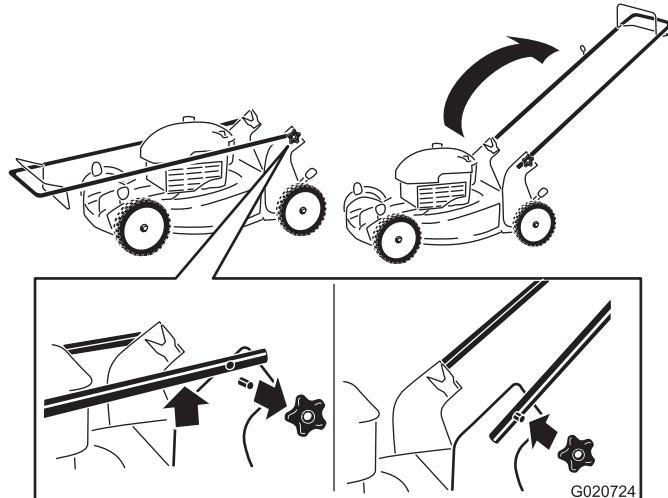

Figure 3
- Retirez les boutons du guidon du carter de la machine (Figure 3).